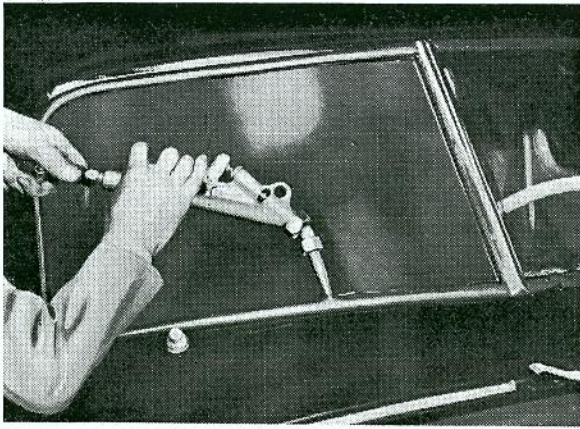

Bild 30. Inpressning av tätningsmassa.
7. Pressa in tätningsmassa under gummitätningens yttre flänsar, se bild 30.